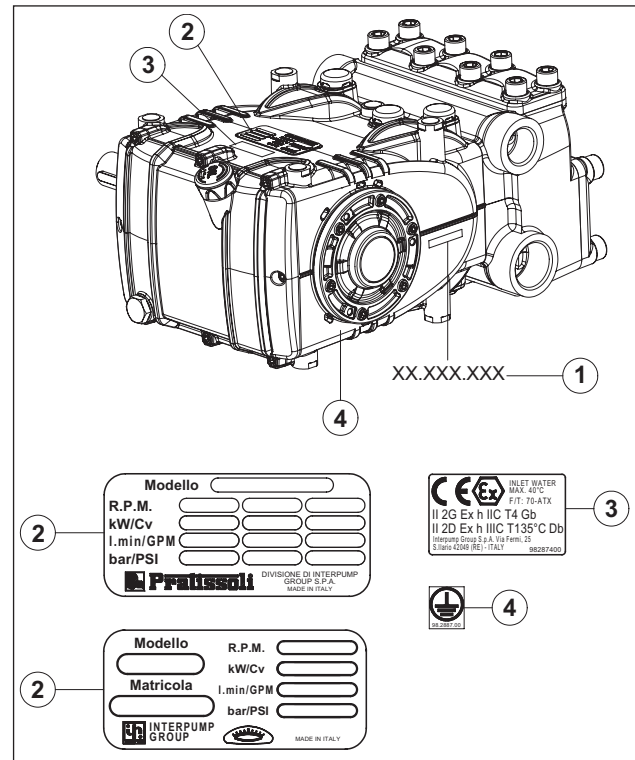

Fig. 1
Chaque pompe possède son numéro de série XX.XXX.XXX voir rep. ① et une plaque signalétique voir ② de Fig. 1 qui indique :